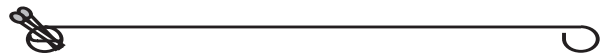
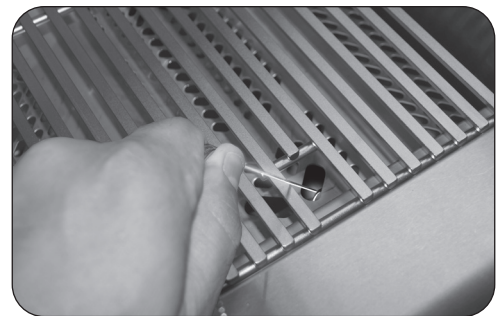

Fig. 32-2 - Titulaire de match
Fig. 32-3 - Éclairage manuel
**ATTENTION:** Attendez toujours cinq (5) minutes le gaz pour se dégager après que n'importe quelle tentative non réussie d'éclairage.
2. Insérez soit un brûlant long baril briquet au butane, un match à longue tige de brûlure, ou une allumette en feu détenues par un titulaire d'extension de fil (Fig. 32-2) À travers les grilles de cuisson du brûleur (Fig. 32-3). Pour backburners, maintenez la flamme contre le matériau perforé de la veilleuse.
4. Si le brûleur ne se allume pas dans les cinq (5) secondes de tourner le bouton de commande, enfoncez immédiatement le bouton et tournez la valve à **AU LOIN**. **ATTENDEZ CINQ (5) MINUTES** avant de répéter les étapes 2 à 4 des instructions manuelles d'éclairage.